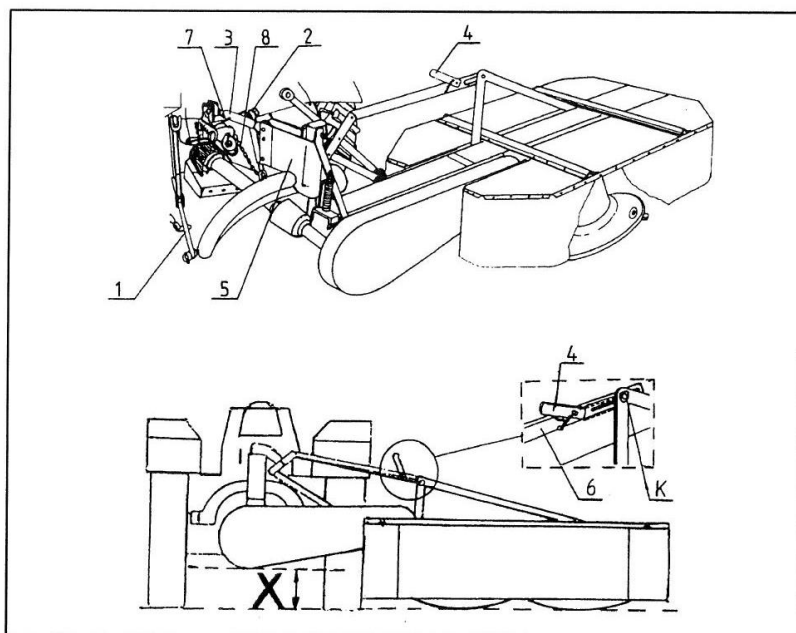

Abb.10. Der Mäher in korrekter Arbeitsstellung:
Nach der Umstellung des Mähers in die Arbeitsstellung soll dieser so gesenkt werden, dass sich die Gleitteller der Arbeitstrommeln auf den Boden stützen. Die Gleitteller sollten parallel zum Boden aufgestellt sein, wobei der Aufhängungsrahmen einen solchen Abstand zum Boden haben soll, dass die Entfernung „X“ (Abb. 10) ca. 0,3 m beträgt und sich der Bolzen „K“ in der Mittellage des Auges in der Zugstange (6) befindet. Eine Nachjustierung kann man mit Hilfe des oberen Adapters (3) und des rechten Bügels (2) des Aufhängungssystems des Trägerfahrzeuges durchführen (Abb. 10).